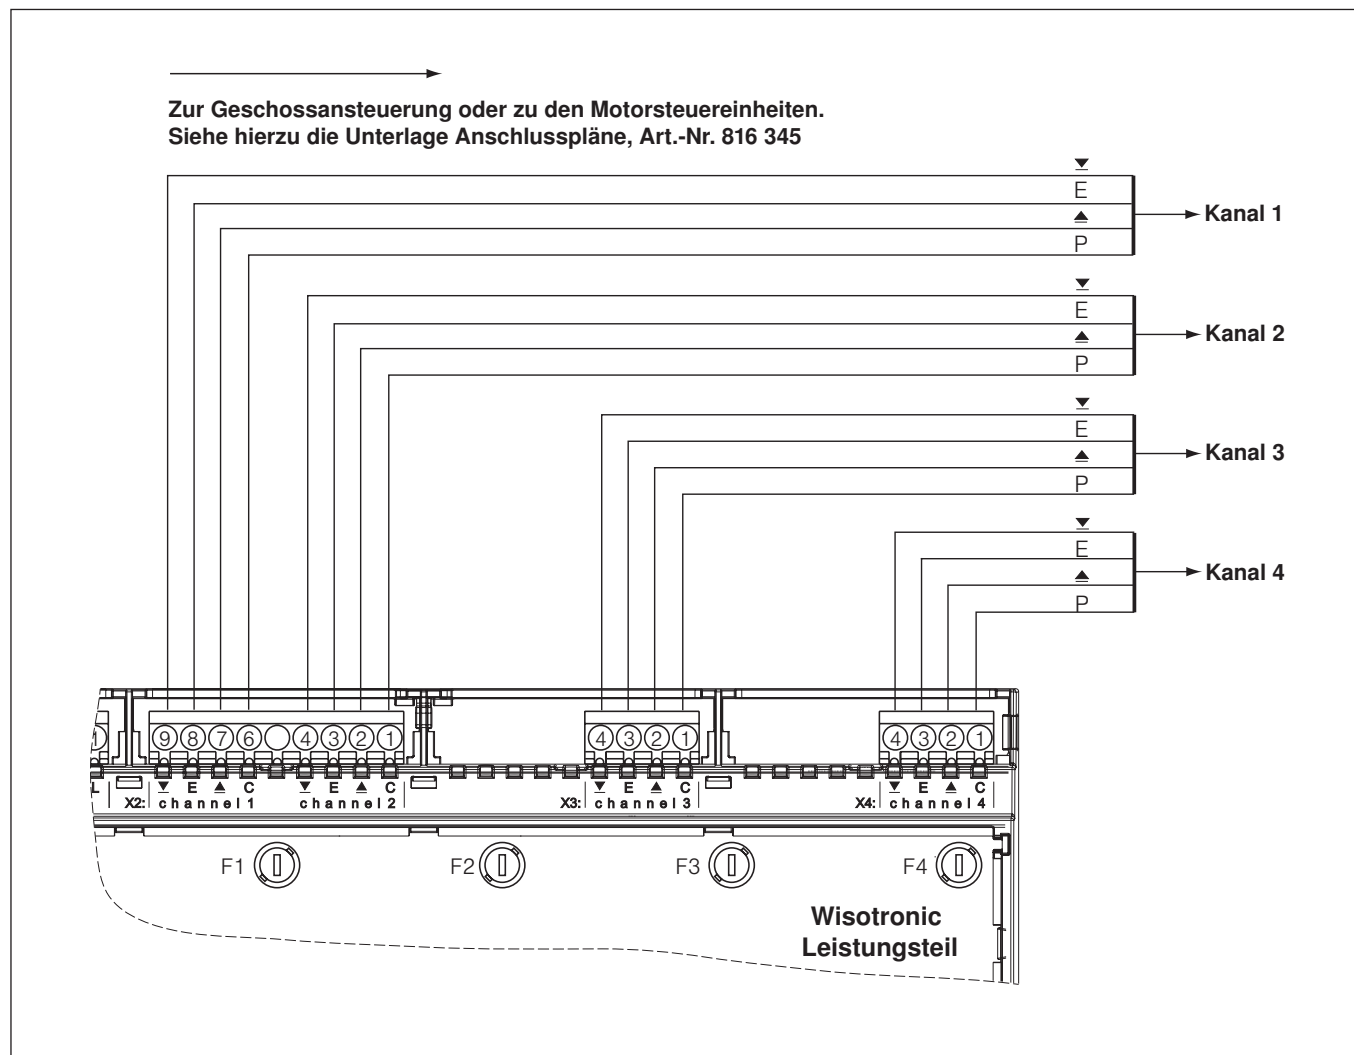

Abb. 22 Anschluss der Steuerleitungen
6.3.5 Steuerleitungen	Abb. 22 auf Seite 42